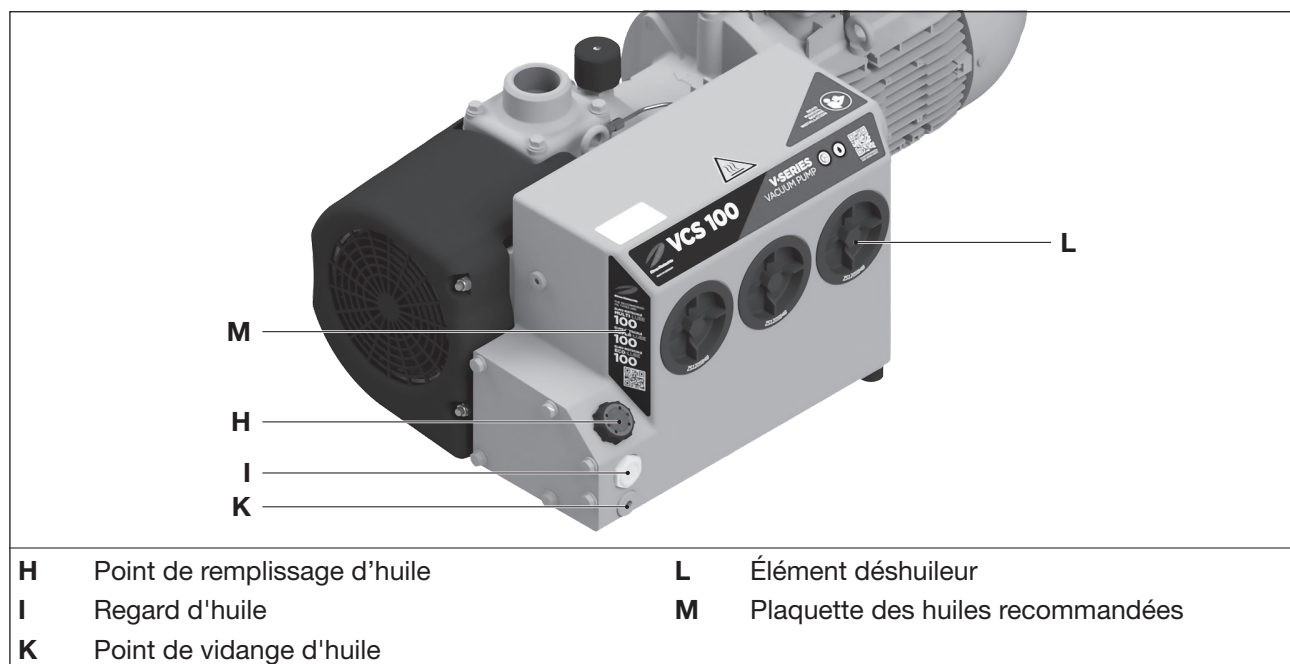

Fig. 7 Vidange d'huile et déshuilage
Comme matières consommables, nous recommandons d'utiliser les huiles Elmo Rietschle, voir la plaquette des huiles recommandées (Fig. 7/M) ainsi que Tab. 3 page 32 :
- Ouvrez le bouchon du point de remplissage d'huile (Fig. 7/H) et remplissez d'huile jusqu'au bord supérieur du regard (Fig. 7/I).
- Ouvrez le bouchon du point de remplissage d'huile (Fig. 7/H), ouvrez le point de vidange de l'huile (Fig. 7/K) et vidangez complètement l'huile usagée.
- Obturez le point de vidange de l'huile (Fig. 7/K) et remplissez d'huile neuve par le point de remplissage d'huile (Fig. 7/H).
- Contrôlez le niveau d'huile sur le regard d'huile (Fig. 7/I).
- dévissez les éléments déshuileurs de l'air (Fig. 7/L) dans le sens contraire des aiguilles d'une montre à l'aide d'une clé à œil (largeur sur plats 19 mm).